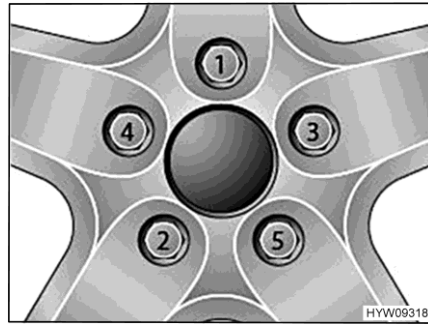

Fig. 122 Serraggio a croce di dadi delle ruote e bulloni delle ruote
- Serrare i dadi delle ruote o i bulloni delle ruote nell'ordine riportato in Fig. 122. A tale scopo utilizzare una chiave dinamometrica e rispettare la coppia di serraggio prescritta.
- Controllare regolarmente il serraggio dei dadi o dei bulloni. Regolare il serraggio dei dadi delle ruote o dei bulloni delle ruote di una ruota sostituita dopo circa 50 km. A tale scopo, procedere seguendo l'ordine indicato in Fig. 122.
- Se si utilizzano cerchioni nuovi o riverniciati, regolare il serraggio dei bulloni o dei dadi dopo altri 1000 - 5000 km. A tale scopo, procedere seguendo l'ordine indicato in Fig. 122.
- ▷ Serrare a croce i dadi o i bulloni delle ruote (Fig. 122).